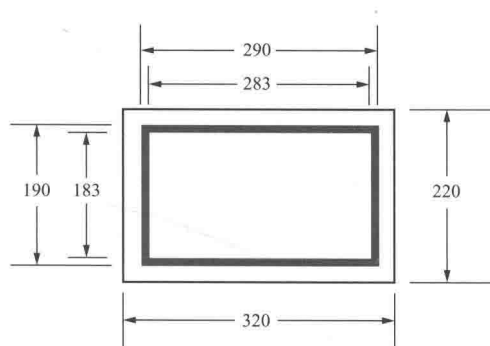

图 1-20 辅助设备标志牌尺寸参考类型 (一)
- (2) 辅助设备标志牌尺寸参考类型 (一) 如图 1-20 所示。